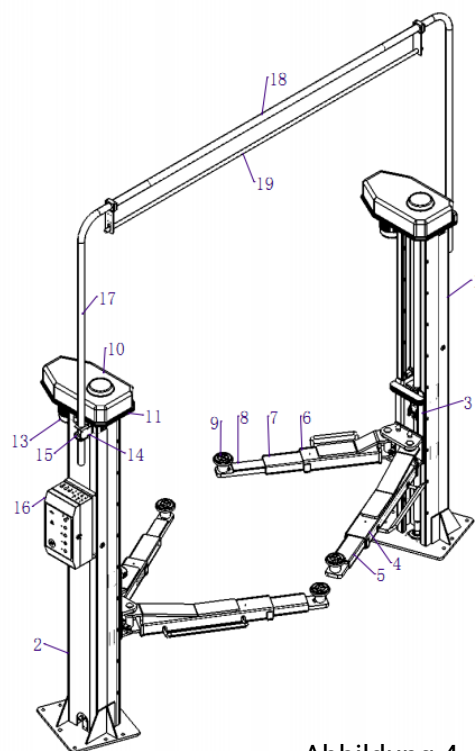

Abbildung 4
- 1) Entfernen Sie die Säulenabdeckungen. (10, Bild 4).